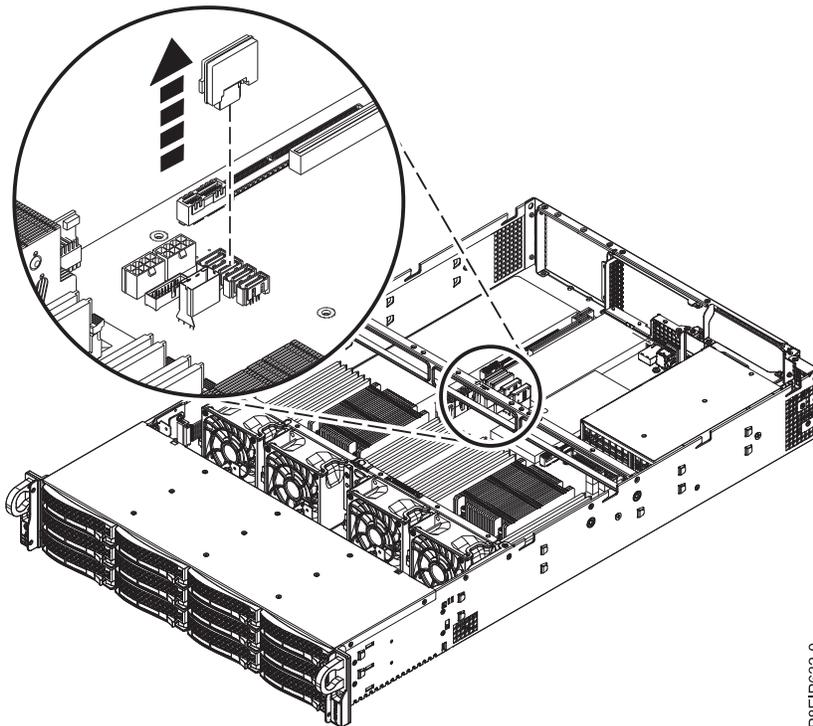

図 9. DOM の取り外し
2. システム・バックプレーン から DOM を取り外します (図 9 を参照)。